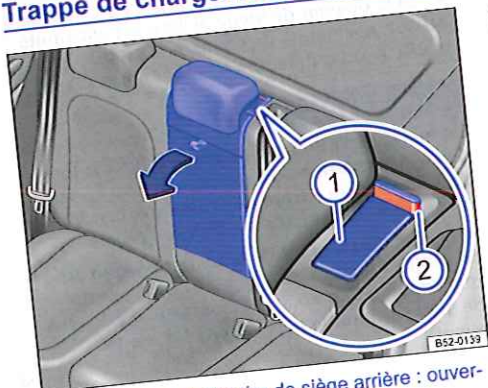

Fig. 102 Dans le dossier de siège arrière : ouverture de la trappe de chargement
- Appuyez sur la touche de déverrouillage $\Rightarrow$ fig. 102 ① et rabattez la trappe de chargement vers l'avant.
- Le repère rouge sur l'indicateur de verrouillage $\Rightarrow$ fig. 102 ② ne doit plus être visible.
- Un repère rouge sur l'indicateur de verrouillage $\Rightarrow$ fig. 102 ② indique que la trappe de chargement n'est pas encliquetée. Veillez toujours à ce que le repère rouge ne soit jamais visible lorsque la trappe de chargement se trouve en position verticale.